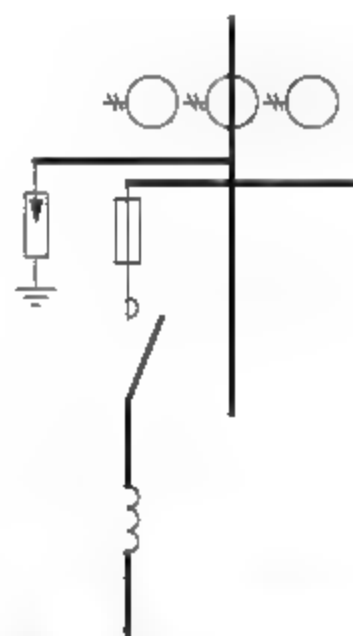

图9-104 修剪线路
**16** 调用TR【修剪】命令，修剪图形，如图9-104所示。